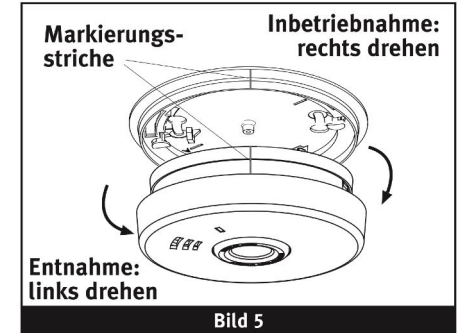

Bild 5
2. 1.Um den Rauchmelder zu aktivieren, setzen Sie den Melder – unter Beachtung der Markierungsstriche – auf den Montageteiler und drehen ihn im Uhrzeigersinn, rechts herum, bis der Rauchmelder einrastet (s. Bild 5). Der
Aussparung des Montageteilers herausbrechen (s. Bild 6). Nachdem der Steg herausgebrochen wurde, kann die auf dem Sockel befindliche Melderentnahmesperre in die Halterung einrasten. Drehen Sie den Rauchmelder auf den Montageteiler im Uhrzeigersinn rechts (s. Bild 5), bis Sie hören, dass der Zapfen der Melderentnahmesperre einrastet und so den Rauchmelder fest mit dem Montageteiler verbindet. Die Melderentnahmesperre dient dazu, Kinder und unbefugte Personen daran zu hindern, den Rauchmelder aus seiner Halterung zu entfernen. ACHTUNG: Um den Rauchmelder nach dem Einrasten der Melderentnahmesperre wieder zu entfernen, drücken Sie den Zapfen der Manipulationssicherung ein (s. Bild 7) und drehen den Rauchmelder links heraus, gegen den Uhrzeigersinn (s. Bild 5).
Um den Rauchmelder zu aktivieren, drehen Sie den Melder auf dem Montageteiler im Uhrzeigersinn, rechts herum (s. Bild 5, INSTALLATIONSANWEISUNGEN). Dieser Rauchmelder ist mit einem Schaltkreis zur Batterie-überwachung ausgestattet. Bei Ablauf der Batterielebensdauer erzeugt der Melder eine sog. Batteriewarnung. Dabei gibt er jede Minute einen kurzen Piep-Ton ab und die rote LED blinkt einmal